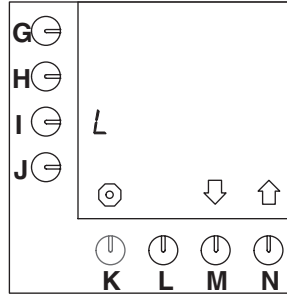

Fig. 32 De standaard ingestelde eenheid = L (liters)
- Dit is de standaard instelling (fig. 32).